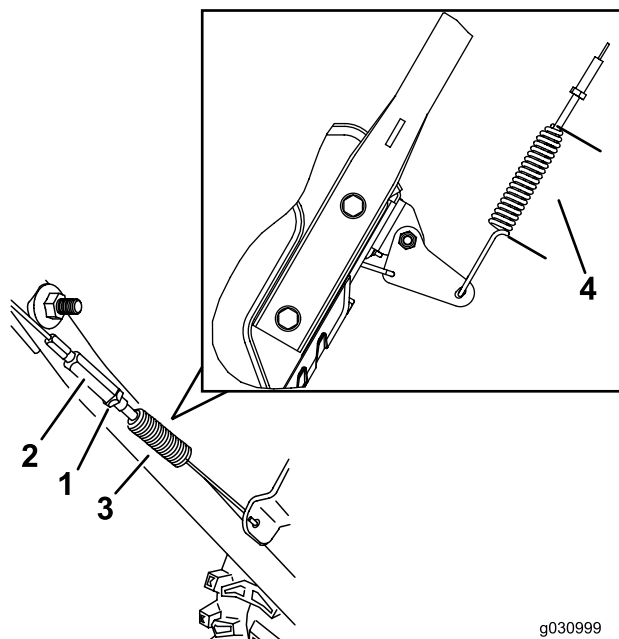

Figura 38
4. Serrate il controdado (Figura 38), assicurandovi che vi sia una leggera tensione del cavo.